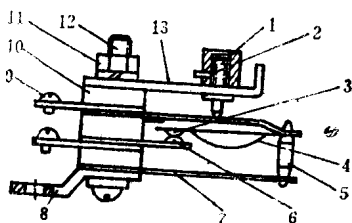

图1-3 保温器的结构
**保温器** 保温器的结构如图1-3所示，是一种热双金属片制成的控温器。使用时，直接与发热盘串接在回路中，利用安装在发热盘上的感温支架传热，使热双金属片受热膨胀发生弯曲产生压力，通过瓷柱向储能簧片提供动能，当发热盘的温度达到 $70^{\circ}\text{C}$ 时，储能簧片动作，动静触点离开，切断发热盘的电源。以后发热盘降温，当温度降低到 $70^{\circ}\text{C}$ 以下时，热双金属片弯曲压力减小，回复到原状，动静触点接触，发热盘得电发热，如此反复上述过程，从而达到自动保温的目的。